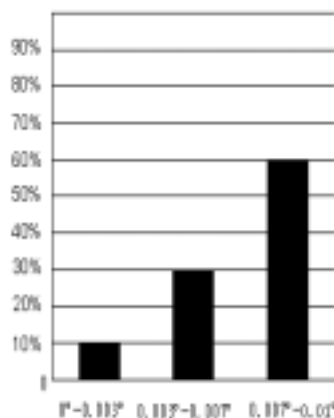

图 5—30 ° 斜面上的精度
6. 常温下, 0° , 5° , 10° , 15° 斜面上的精度（见图 2-图 5）：